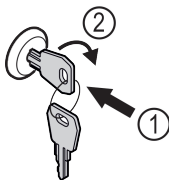

Fig. 151
- ▶ Włożyć kluczyk Fig. 151 (1).
- ▶ Przekręcić kluczyk o 90° w prawo Fig. 151 (2).